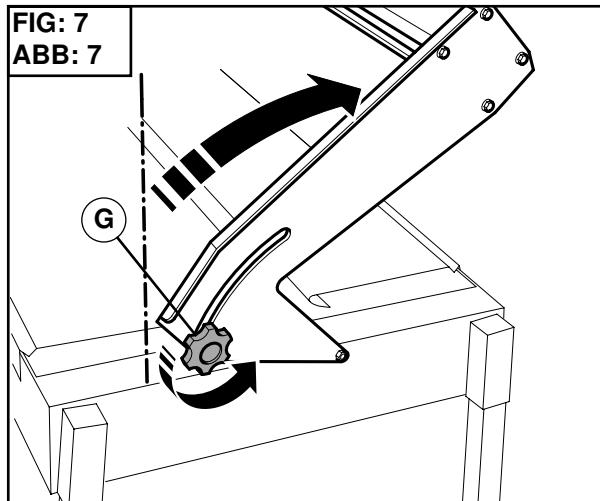

FIG: 8
- * Ослабьте стопорный рычаг (J).
- * настройте необходимую глубину резания [Рис. 8]
- * Заблокируйте стопорный рычаг (J).